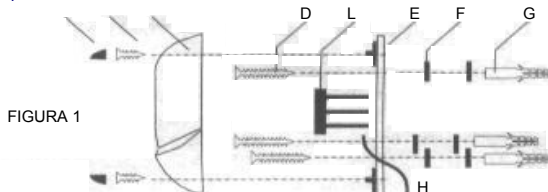
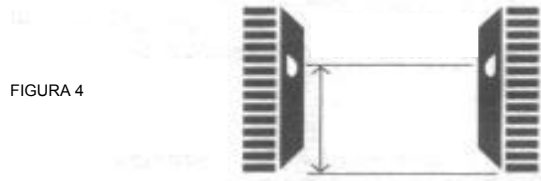
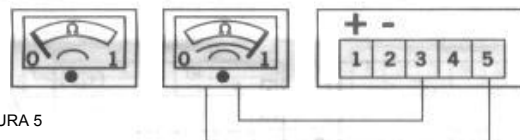

FIGURA 1
FIGURA 4
FIGURA 5
1. Para la instalación quitar las tapas de las fococélulas (figura 1).
4. Siguiendo la descripción de la figura 1, fijar el cuerpo de la fococélula "E" a muro utilizando los tornillos "D", las arandelas de goma para centrar "F" y los tacos "G". Tener en cuenta que para una correcta instalación el transmisor y el receptor tienen que montarse enfrentados y alinearse (ver figura 4) Para ello ajustar mediante los tornillos de fijación.
8. Poner la tapadera "C" usando los tornillos de fijación "B" (ver figura 1) Comprobar el funcionamiento del sistema, interrumpiendo varias veces el rayo infrarrojo. Verificar la conmutación de los relés (figura 5)